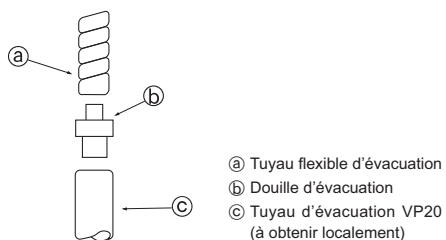

Fig. 5-1
5.1. Installation des tuyaux d'évacuation. (Fig. 5-1)